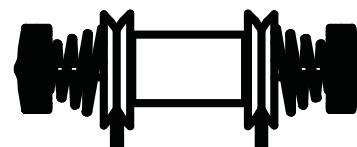

Figura 2-3
1. Tirate il filo dall'apertura della guida dall'alto in basso tra i dischi del pretenditore (vedete Figura 2-3).